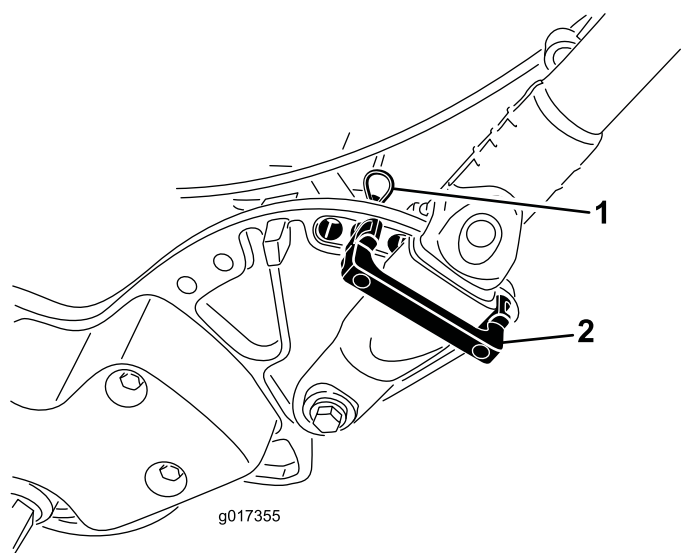

Figura 9
1. Mentre sostenete la maniglia, rimuovete le fascette per cavi che fissano i morsetti della maniglia alle piastre laterali (Figura 9).
2. Ruotate la maniglia alla posizione operativa desiderata, inserite un fermo della maniglia sopra il relativo morsetto e nei fori corrispondenti nella piastra laterale (Figura 9).
3. Fissate il morsetto in posizione con una coppiglia (Figura 9).